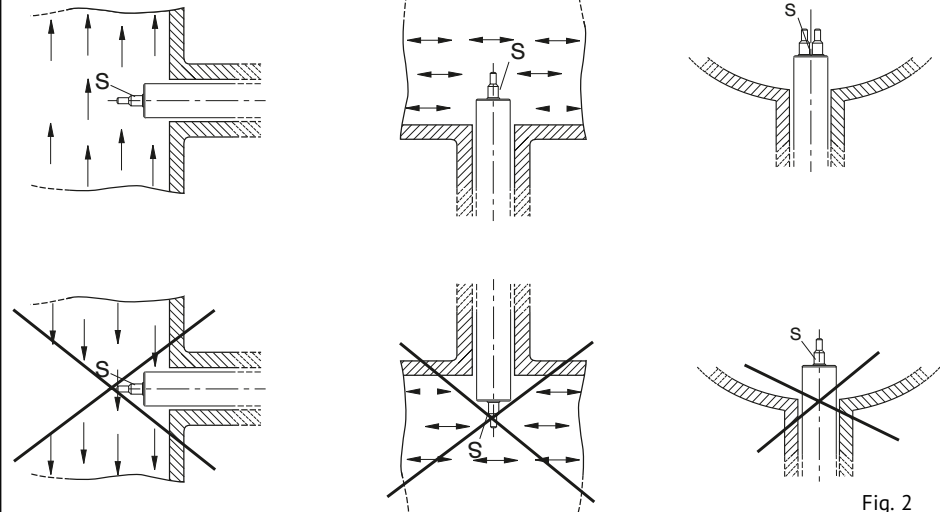

Fig. 2
2 Den Einbauort des Strömungswächters wie folgt wählen (siehe Fig. 2):
2 For best performance the flow monitor should be installed in the pipeline in accordance with the following conditions (see fig. 2).
- Die beiden Messfühler (S) müssen nebeneinander im Strömungsmedium liegen (siehe Fig. 2). Dies ist der Fall, wenn die Schlüsselansatzflächen (F) parallel zur Rohrleitung stehen (siehe Fig. 4) und die Markierung auf der Frontplatte mit der Strömungsrichtung übereinstimmt (siehe Fig. 3).
- The two sensors (S) on the flow monitor must be aligned side by side directly across the direction of flow (see fig. 2). The sensors are correctly positioned when the wrench flats (F) are aligned parallel with the pipeline (see fig. 4) and when the marking on the front matches the flow direction (see fig. 3).